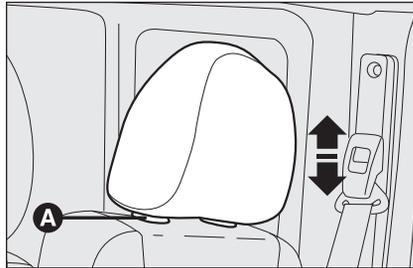
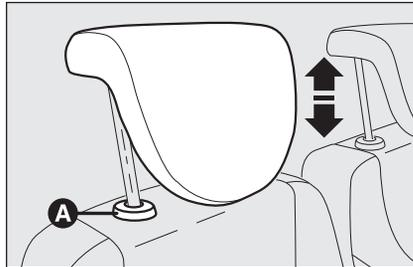

fig. 33
fig. 34
- premere i tasti **A-fig. 33** o **A-fig. 34** ed abbassare l'appoggiatesta.